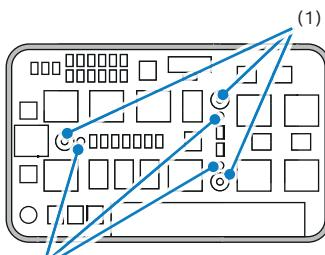

Imagen 7
**Con una herramienta adecuada, extraiga los pasadores de posicionamiento (2) y depósite los en el suelo del taller. Apriete los 3 tornillos (1) (Imagen 7)**